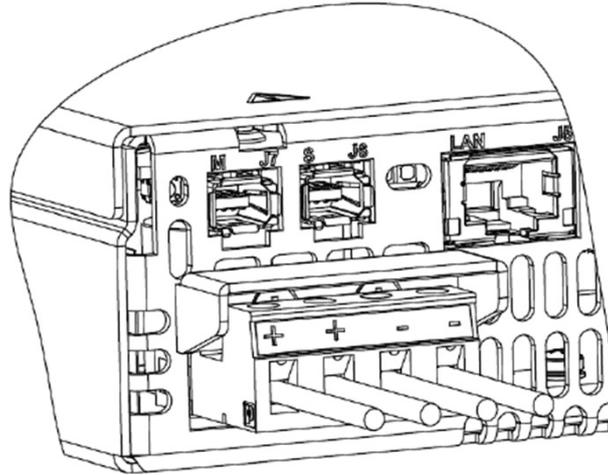

図4-24 出力プラグの電源への接続 (GH1kW/1.5kW)
3. 図4-24のように、出力プラグを電源に接続してください。